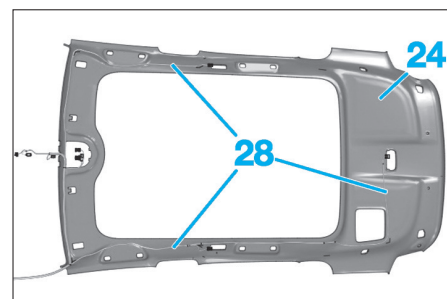

Fig. 84
- Sur la garniture de pavillon (24), repérer le positionnement des faisceaux (28) (Fig.84).
- Désolidariser de la garniture de pavillon (24) tous les points de fixation par ruban adhésif des différents faisceaux (28) (suivant équipement).